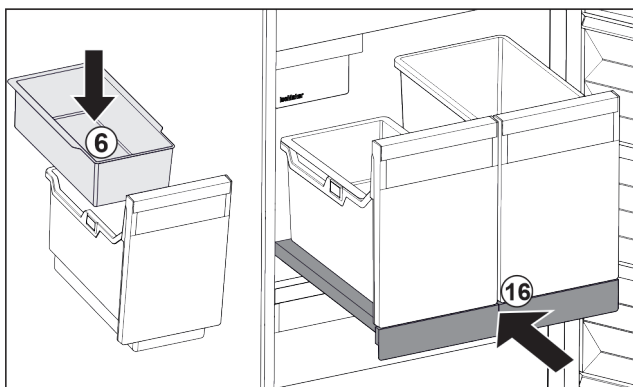

Fig. 96
- ▶ Pange jääkuubikute riputusliud Fig. 96 (6) sisse.
- ▶ Lükake väljatõmbetahvel koos anumaga (IceTower) sisse. Fig. 96 (16)